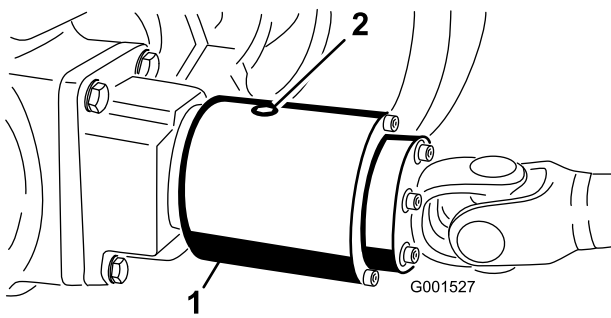

Bild 61
3. Drehen Sie die Kupplung, um die Prüfschraube auf die 6-Uhr-Position auszurichten. (Bild 61).